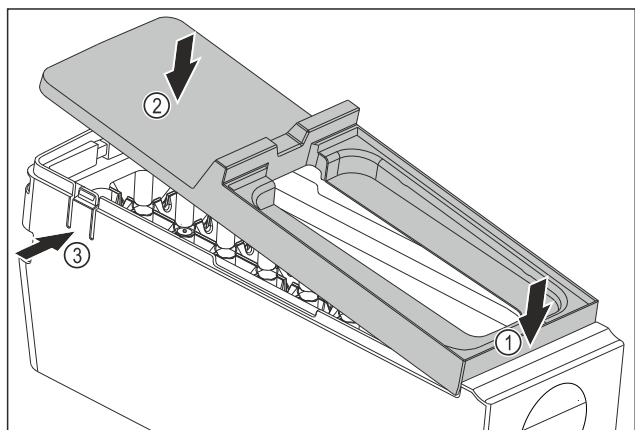

Fig. 94
- ▶ Montaż ostony korpusu EasyTwist-Ice: Ostonę założyć od przodu. Fig. 94 (1)
- ▶ Opuścić ostonę z tyłu. Fig. 94 (2)
- ▷ Ostona zatrzaskuje się słyszalnie w obu nakładkach Fig. 94 (3).